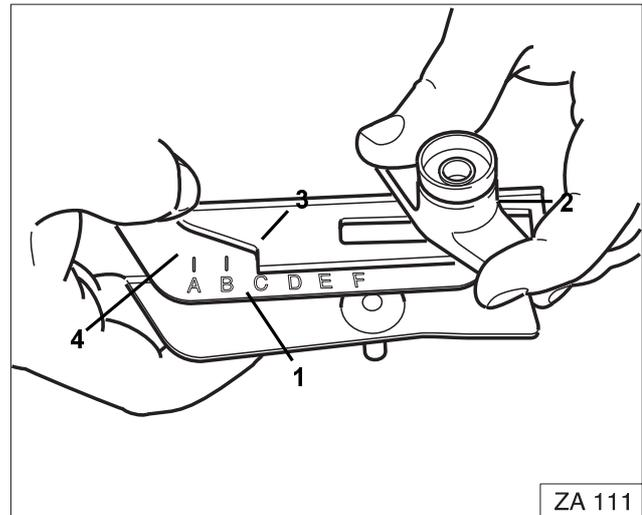

Fig. 34
- Aflojar el tornillo de fijación de la parte exterior de la paleta de distribución en límite (Fig. 34/1) mediante el hexágono interior de la tuerca de mariposa (Fig. 34/2).
- Posicionar el canto de lectura (Fig. 34/3) sobre la letra "E" (distribución en límite) o "E" (distribución en borde), (válido únicamente para el ejemplo anterior) de la escala (Fig. 34/4) y apretar de nuevo a fondo la tuerca de mariposa (Fig. 34/2).
Al situar el extremo de la paleta en una letra más alta de la escala (Fig. 34/4):